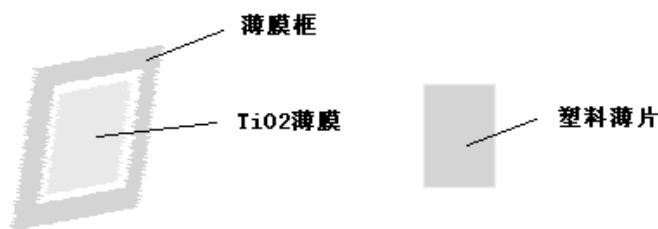

图 4 塑料薄膜框和塑料薄片
- ◆ 根据 TiO_2 薄膜电极面积的大小，设计沙林塑料薄膜框的尺寸。框内面积略大于 TiO_2 薄膜的面积，使 TiO_2 薄膜能完全地被套在中间。见图 4。